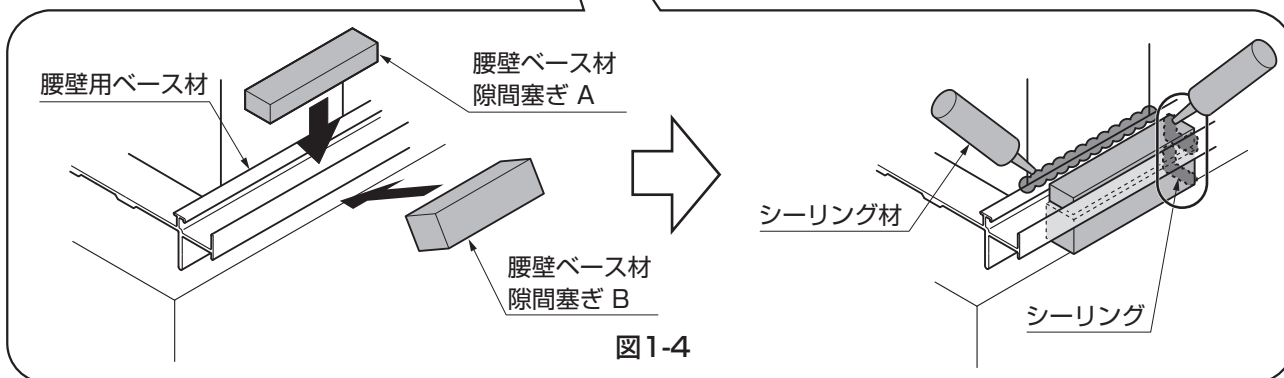

図1-4
- ①図1-4を参照して腰壁用ベース材すき間塞ぎを腰壁用ベース材に取付けてください。
- ②腰壁用ベースにシーリングしてください。（図1-4参照）